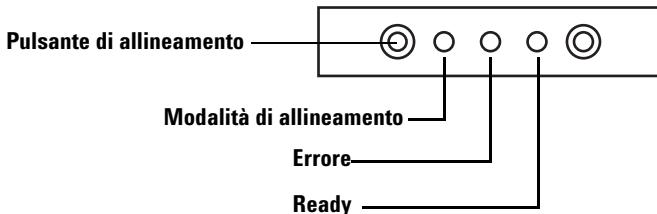

Figura 78 Allineamento del vassoio dei campioni
- 1 Tramite un oggetto sottile e allungato (ad esempio la punta di una penna), premere il pulsante incassato dell'allineamento, a sinistra delle spie dell'indicatore. Evitare il contatto con qualsiasi componente dietro o intorno al pulsante all'interno del foro incassato (Figura 78).